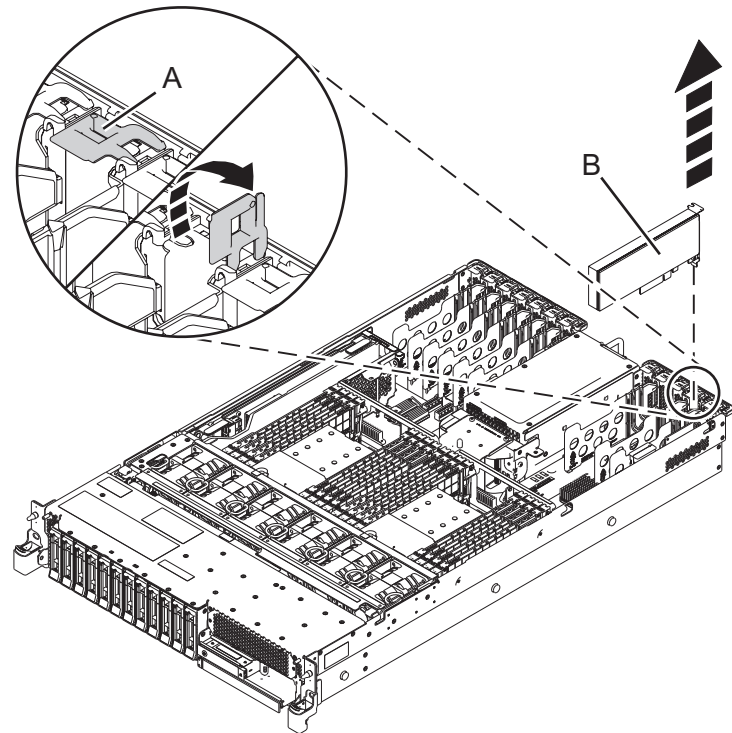

図 20. 5148-21L、5148-22L、8247-21L、8247-22L、8284-21A、または 8284-22A システムからの PCIe アダプターの取り外し
2. ターゲット・スロットのアダプター・ラッチ **(A)** をオープン位置に設定するには、システムの背面にあるラッチ **(A)** を示されている方向に回転させます 39 ページの図 20
3. アダプター **(B)** の上端またはテール・ストックを注意して持ち、アダプターをスロットから取り外します (下図を参照)。 39 ページの図 20